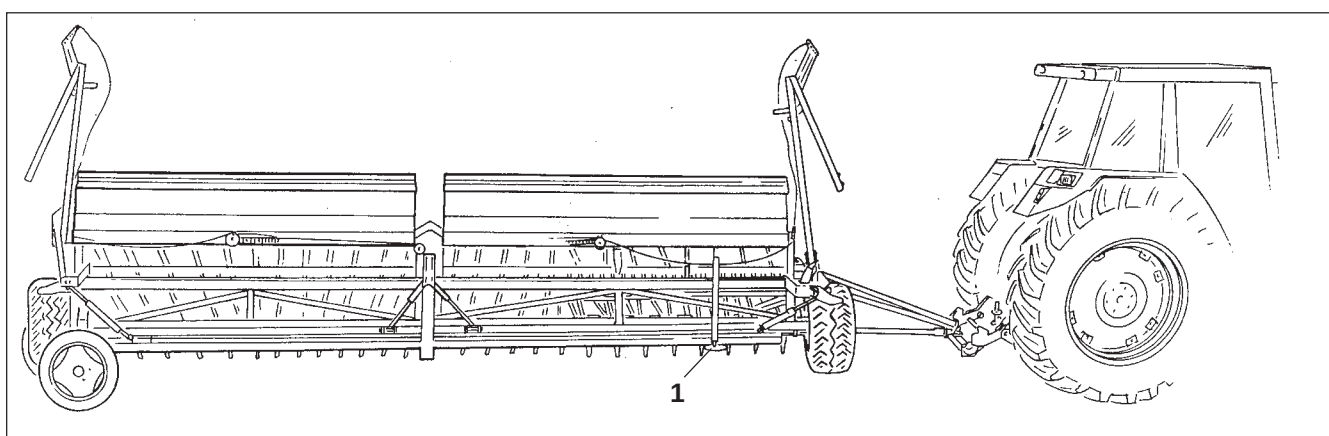

Рис. 19.2
При помощи транспортного приспособления, как показано на Рис. 19.2, можно транспортировать в продольном положении сеялки D8-45 SUPER и D8-60 SUPER. При этом необходимо соблюдать следующие предписания:
- Поднимите сеялку, как показано на рис. 19.2.
- Закрепите сверху опорную стойку (Рис. 19.2/1), как показано на рисунке 19.5.